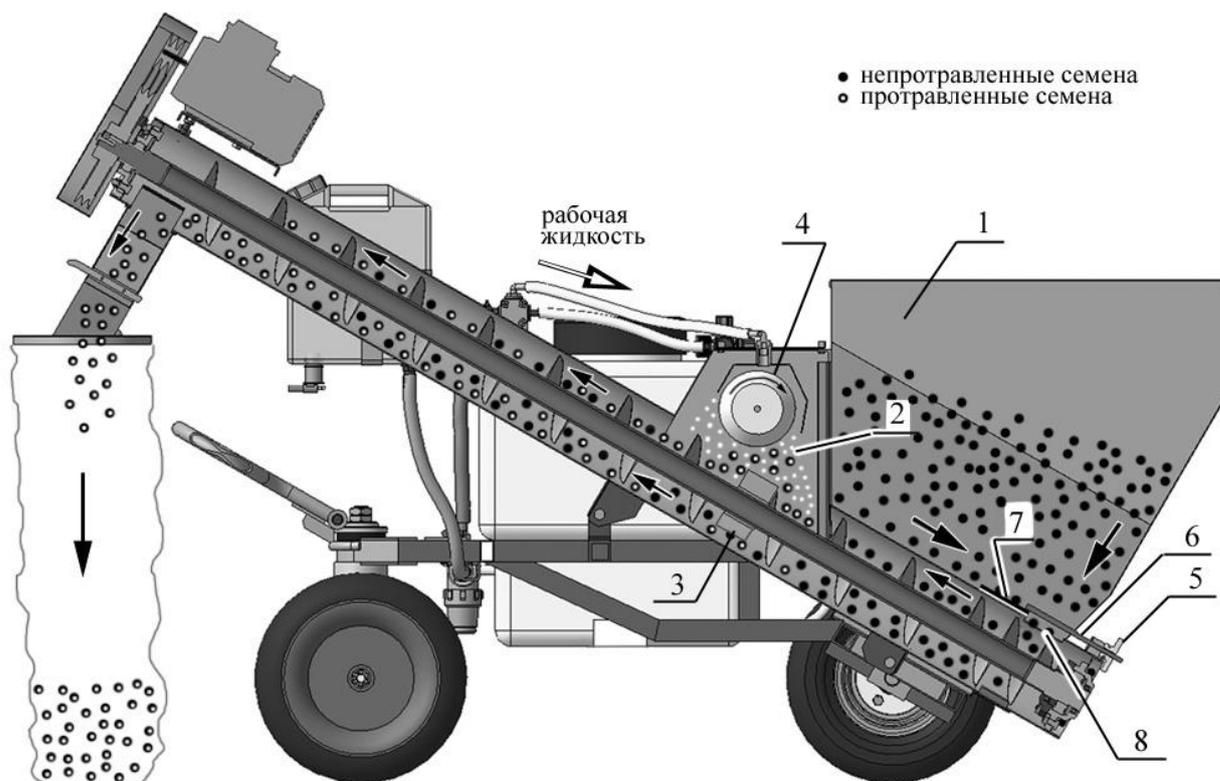
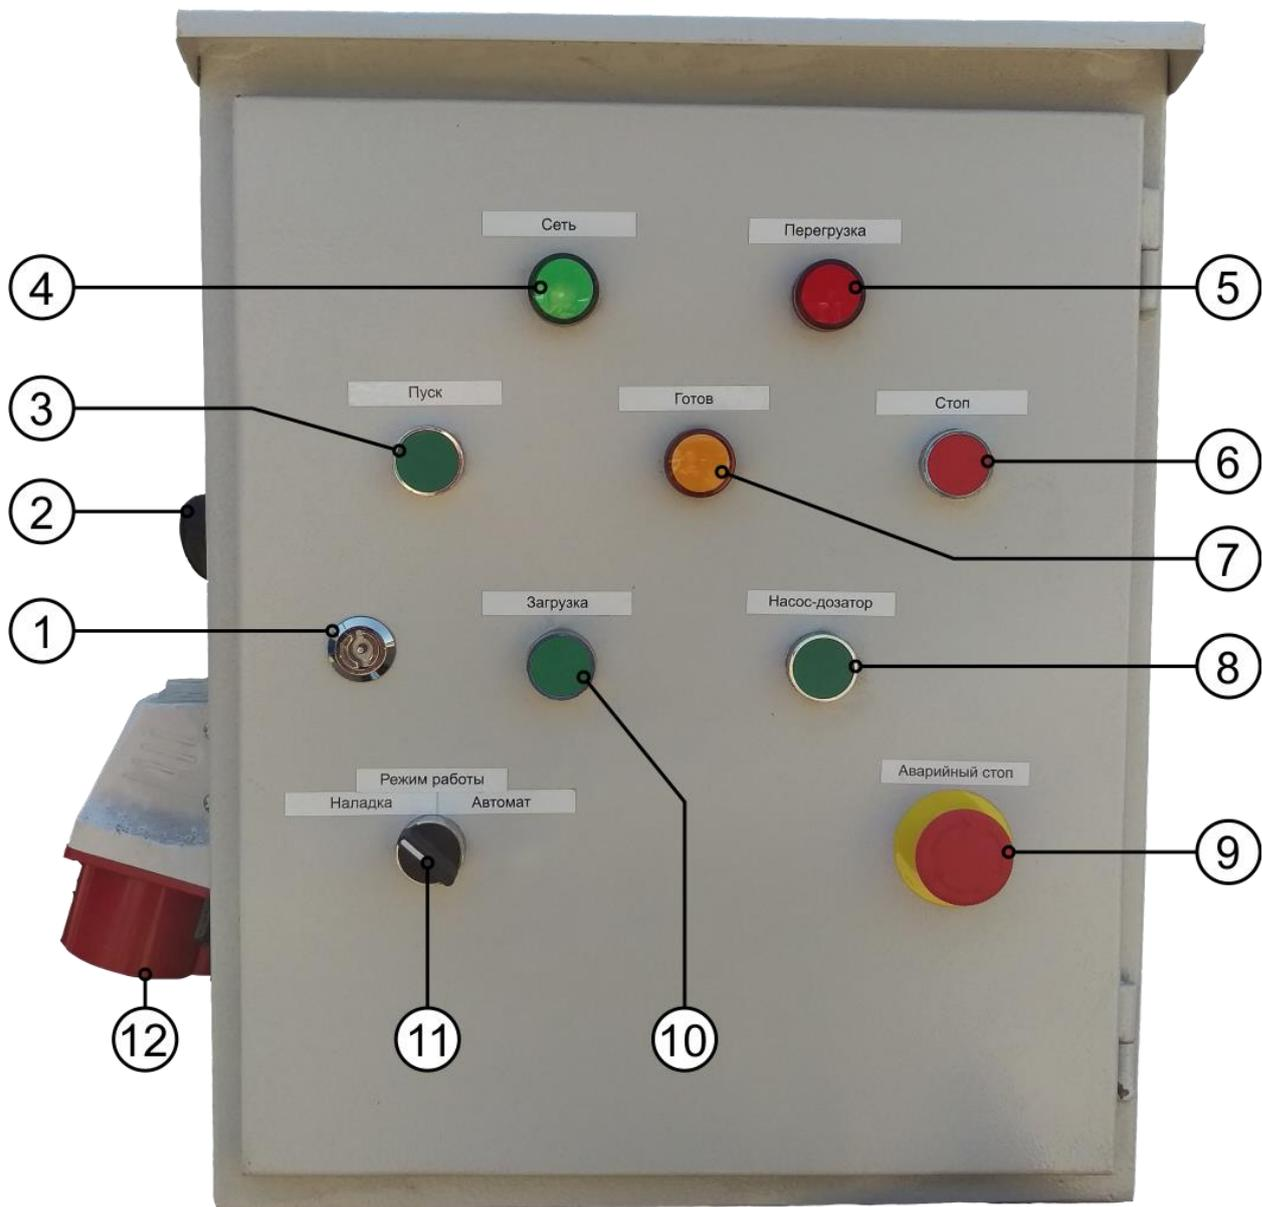

Рис. 2. Схема технологическая.
Рис. 4. Пульт управления.
Перед началом работы необходимо заполнить бункер семенами. Емкость бункера составляет $0,25 \text{ м}^3$ (около 4-х мешков). Ручки кранов блока управления потоком жидкости должны быть установлены в положение режима «Протравливание» (см. табл. 1). Переключатель 4 (рис. 4) на пульте управления установить в положение "А". При подаче энергии включаются двигатели насоса, шнека и форсунки. Для дозирования зерна используется окно 8 (рис.2), проходное сечение которого регулируется заслонкой 7, перемещаемой винтом 6 и маховичком 5. Семена перемещаются шнеком к камере протравливания, а рабочая жидкость поступает на форсунку 4. Начинается процесс протравливания. В камере протравливания на семена наносится рабочая жидкость. Для улучшения качества покрытия семян пестицидом на шнеке установлены лопатки 3, обеспечивающие увеличение пористости зернового потока и времени пребывания семян в зоне обработки. Дальнейшая обработка семян проводится в процессе их движения по шнеку за счет перемешивания. Выгрузка протравленных семян в мешки обеспечивается посредством делителя потока.
5.1.9. Проверить правильность подсоединения кабеля к электросети. При правильном подсоединении кабеля к электросети при переводе переключателя 4 (рис. 4) режимов работы в положение "А" направления вращения двигателей будут совпадать с направлением стрелок, нанесенных на кожухах и корпусе. В случае обратного вращения, поменяйте местами два каких-либо фазных провода кабеля питания.